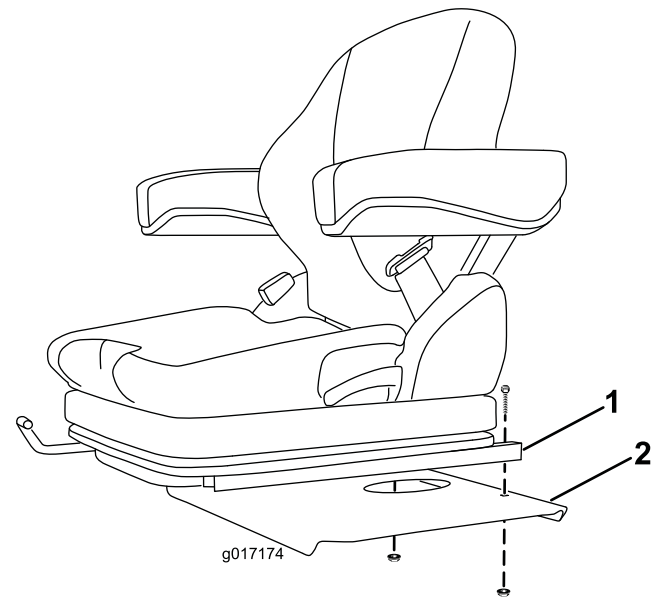

Figura 4
1. Monte a traseira de cada adaptador na base do banco com um parafuso e porca flangeada (Figura 4).